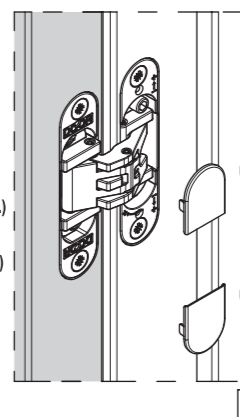

FIG.6
- *Applicare le mostrine (fig.6). Attenzione: le 2 mostrine più piccole vanno sul lato "DOOR".
- *Anbringung der vorderen Abdeckungen (siehe Abb.6). Achtung: Die 2 kleineren Abdeckplatten kommen auf die Seite "DOOR".
- *Application of the frontal coverings (fig.6). NB: the 2 smaller covers should go on the "DOOR" side.
- *Insérer les caches de finition (fig.6). Attention : les 2 covers les plus petits doivent être mis du côté "DOOR".
- *Plaats de plastic covers op het scharnier (fig.6). Pas op: de 2 kleinere afdekplaatjes komen op de zijde "DOOR".
- *Установить наличники (рис.6). Внимание: 2 декор.копачка меньшего размера на стороне двери.
- *Montaż nakładek (rys.6). UWAGA: Dwie mniejsze nakładki są przeznaczone na część skrzydłową zawiasu.